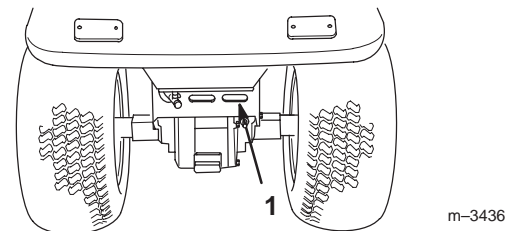

Bild 11
9. Entfernen Sie den Schmutz von der Abdeckung der Hinterachse (Bild 11).